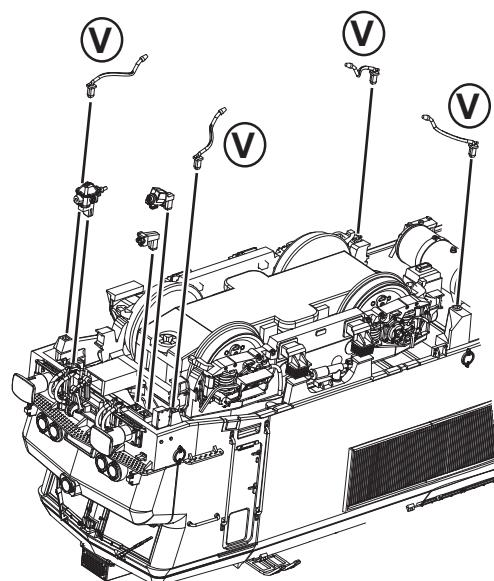
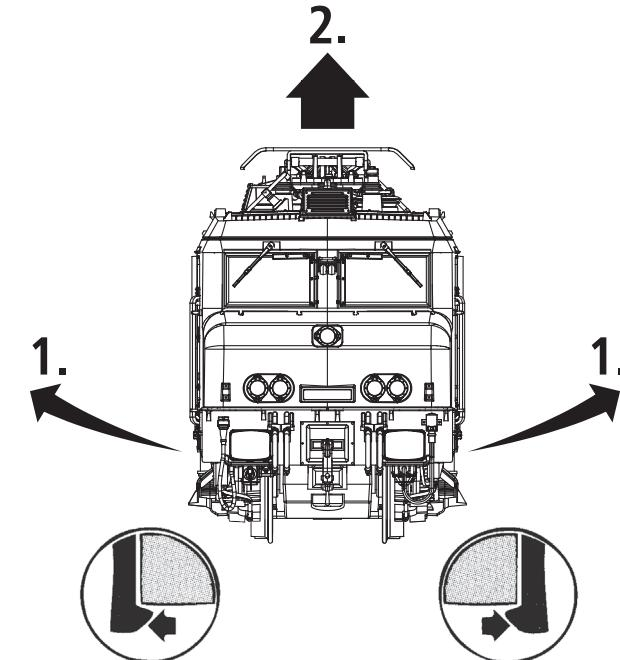

Fig. 3
Fig. 4
Mehrzugbetrieb: Zuerst Lokgehäuse abnehmen (Fig. 3). Danach den Brückenstecker aus der Schnittstelle entfernen (diesen sorgsam aufbewahren). Danach den Stecker des Steuerbausteins lagerichtig einsetzen (siehe Fig. 7).
1. Reinigung der Radstromkontakte: Radstromkontakte können auf unsauberem Schienen leicht verschmutzen. Entfernen Sie **vorsichtig** mit einem kleinen Pinsel **den Schmutz** an den in Fig. 4 gekennzeichneten Stellen.
2. Schmierung: Versehen Sie die im Schmierplan in Fig. 5 gekennzeichneten Stellen mit nur **kleinen Öltropfen**. Dazu zuerst das Lokgehäuse abnehmen (Fig. 3). Wir empfehlen den ROCO **Öler Art.-Nr. 10906**. Fürs Schmieren der Getriebeteile (Zahnräder, Schnecke) empfehlen wir das **ROCO-Spezialfett Art.-Nr. 10905**. Im Falle der Schmierung diese Teile **nicht ölen**.
4. Motorwechsel: Lokgehäuse abnehmen (Fig. 3). Danach wird der Motor ausgebaut (Fig. 8).
1. Cleaning of wheel contacts: Wheel contacts easily get dirty on tracks which are not entirely clean. Use a small brush to **remove dirt** from spots marked in fig. 4.
2. Lubrication: Apply **tiny oil drops** to spots marked in fig. 5. Prior to lubrication dismantle locomotive (fig. 3). We recommend using item no. **10906, ROCO oiler**. For lubrication the gearparts (e.g. cogwheels, worm) we would recommend our ROCO **special grease** (item no. **10905**).
4. Motor Changing: First remove loco body (fig. 3), and then the motor (fig. 8).
Verwijder de lochuis (fig. 3). en verwijder met een penseel het vuil van de in fig. 4 aangegeven plaatsen.
Op de aangegeven punten slechts **een enkel oiledruppetje** (fig. 5). Daartoe wel eerst het lochuis verwijderen (fig. 3). Wij adviseren Rovo-smeerolie art. 10906. Voor het smeren van de aandrijving (tandwielen, wormwielen, etc.) adviseren wij **Roco-smeervet art. 10905**. Let op. Geen olie gebruiken waar smeervet zit.
4. Het vervangen van de motor: Loc-kap verwijderen (fig. 3). Daarna tilt u de motor eruit (fig. 8).
zie } Fig.3
zie } Fig. 3